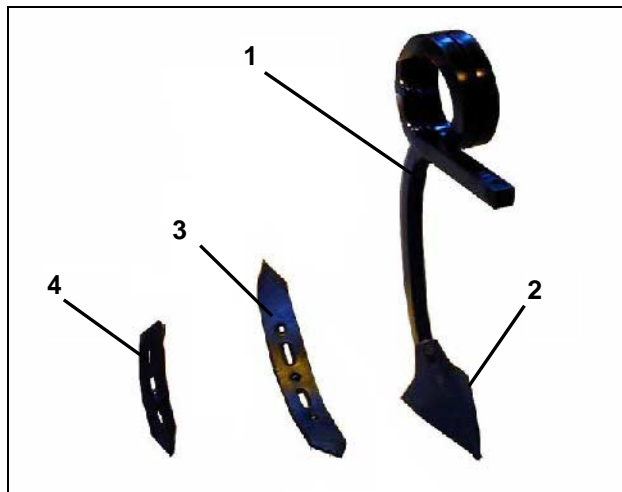

Fig. 7
Die Federzinken (Fig. 7/1) des Centaur sind mit 3 verschiedenen Scharen ausrüstbar:
- Stoppelschar (170mm) (Fig. 7/2): Einsatz bei flacher Stoppelbearbeitung zur Einmischung von Ausfallgetreide und Stroh.
- Wendelschar (75mm) (Fig. 7/3): Einsatz bei mittlerer Krummentiefe; gute Einmischung organischer Masse.
- Schmalschar (50mm) (Fig. 7/4): Einsatz bei tiefer Krummentiefe. Bei tiefer Lockerung bleiben Kluten im unteren Bereich.